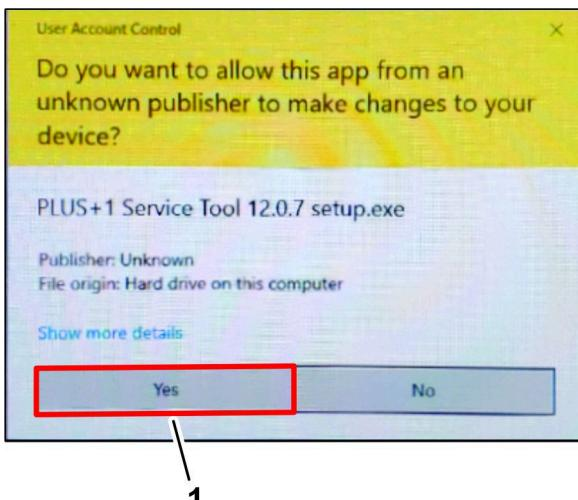

図 22
4. ユーザーアカウント制御ダイアログボックスが表示された場合は、はいボタン(図 22)をクリックする。